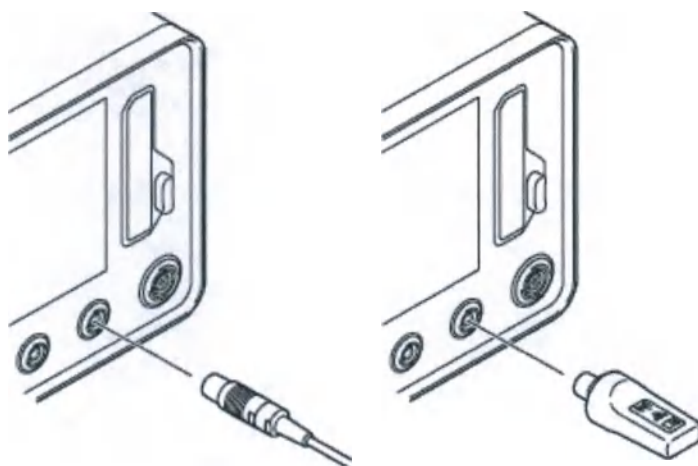

Рисунок 124 — Удаление педали или беспроводного приемника
1. Отсоедините коннектор кабеля педали или приемник от консоли (рисунок 124).